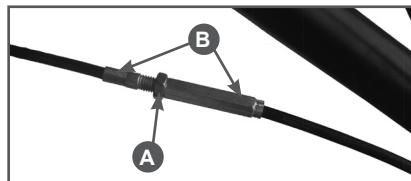

Рис. 6 Регулировка длины троса
Для удлинения троса необходимо ослабить контргайку (A) и раскрутить соединительную муфту троса (B). Для того чтобы укоротить трос, соединительную муфту необходимо закрутить. После установки нужной длины троса, необходимо затянуть контргайку (Рис.6).